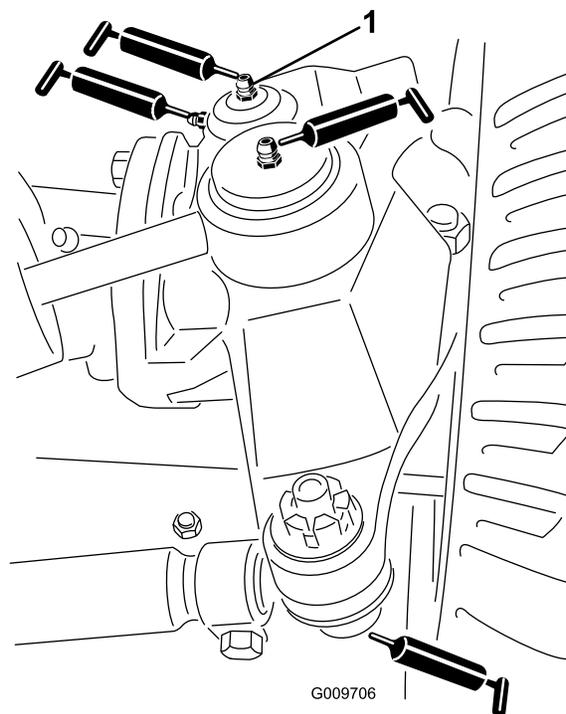

Figura 77
- Rótulas do cilindro da direção (2), como se mostra na Figura 77
- Rótulas da barra de ligação (2), como se mostra na Figura 77
- Casquilhos do pino principal (2), como se mostra na Figura 77